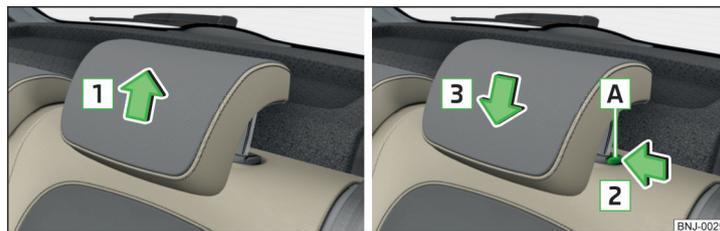

Abb. 61 Kopfstützen: nach oben verschieben / nach unten verschieben
» Die Stütze in Pfeilrichtung **1** verschieben » Abb. 61.
- » Die Sicherungstaste **A** drücken und in Pfeilrichtung **2** halten » Abb. 61.